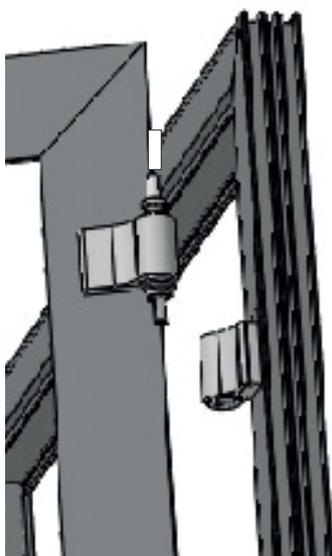

Рис. 21
14. После закрепления дверной рамы в проеме повесьте полотно двери на нижние рамные полупетли (Рис. 21), предварительно демонтировав временно закрепленные для транспортировки верхние полупетли с крышками.